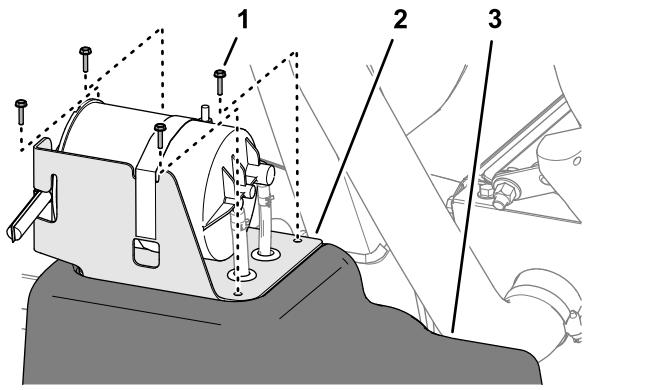

Bild 89
- Flüchten Sie die Löcher in der Halterung für Aktivkohlefilter mit den Löchern im Kraftstofftank aus (Bild 89).
- Befestigen Sie die Halterung mit den vier Schrauben (Nr. 10 x 3/4") am Kraftstofftank (Bild 89).